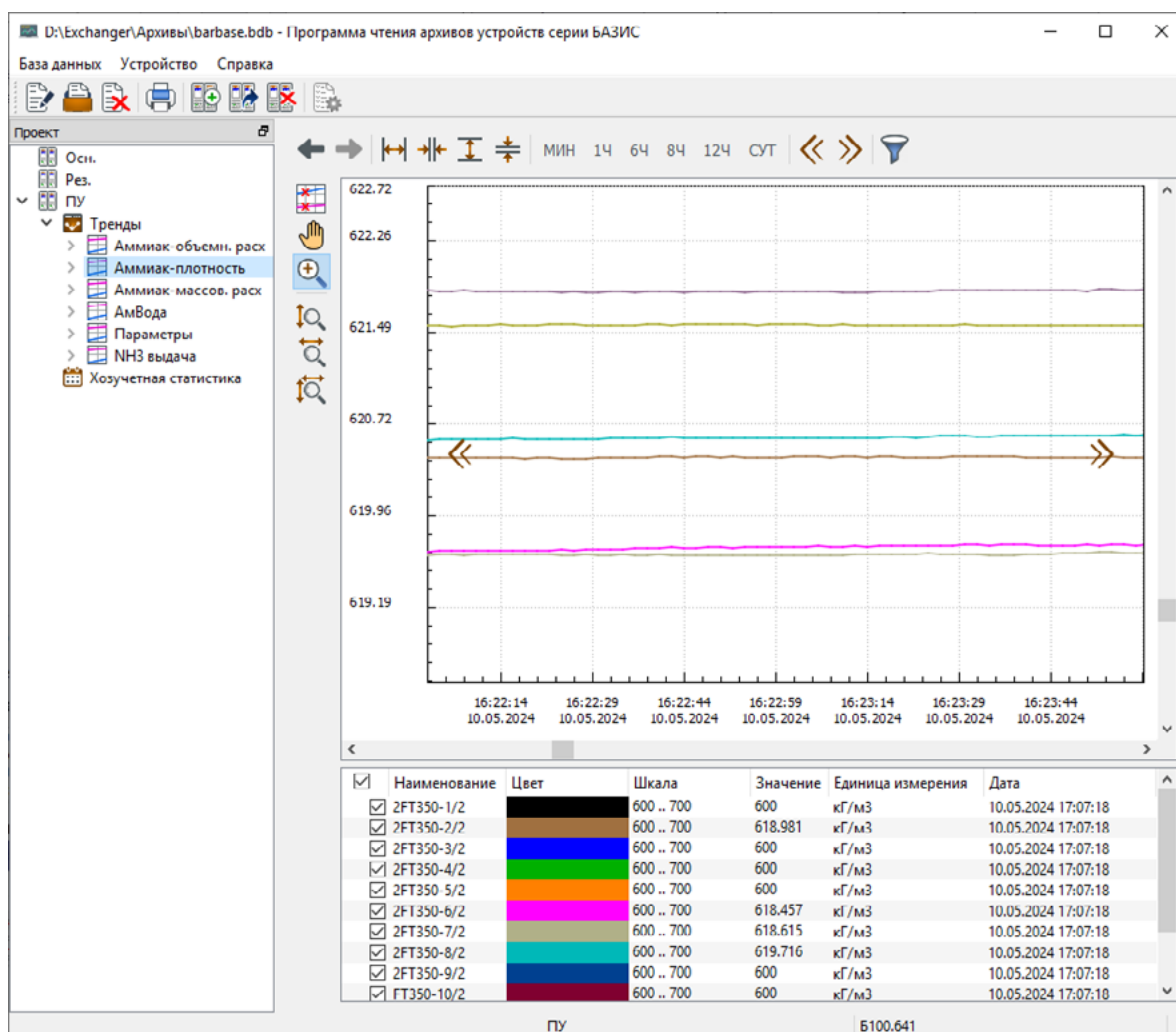

Рис. 11.1. Главное окно программы
- Скриншоты** различных экранов программы приведены на Рис. 11.1—Рис. 11.4.